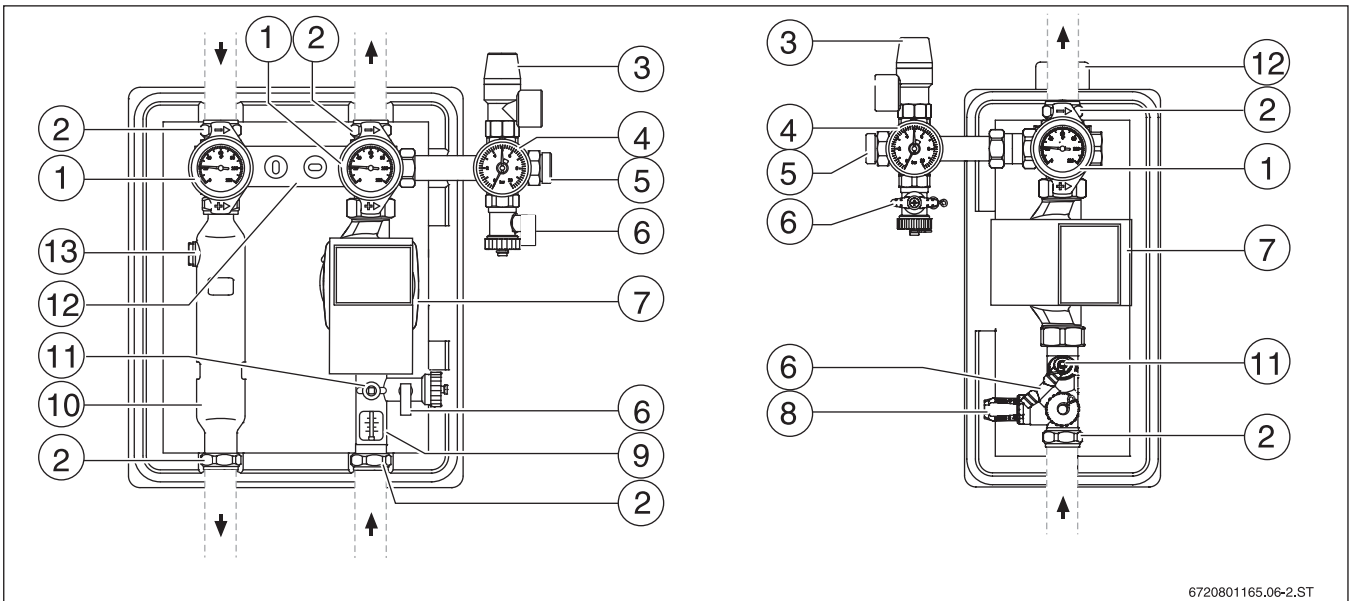

Bild 75 1- und 2-Strang-Solarstationen ohne vordere Dämmteile und ohne integrierte Regler und Module; Abmessungen und technische Daten → Seite 52
Durchflussbegrenzer vor (→ Bild 75, Seite 51). Dadurch ist es möglich, einen hydraulischen Abgleich von 2 Verbrauchern mit unterschiedlichen Druckverlusten durchzuführen. Wenn keine Druckbefüllung vorgesehen ist, reicht für diese Anordnung eine Sicherheitsgruppe aus. Bei Solaranlagen mit 2 Verbrauchern kann alternativ zur 1-Strang-Station auch ein Umschaltventil eingesetzt werden. Informationen hierzu finden Sie auf Seite 67 f. Ein anderer Anwendungsfall für die Kombination einer 2-Strang-Solarstation mit einer 1-Strang-Solarstation ist eine Solaranlage mit 2 verschiedenen ausgerichteten Kollektorfeldern (Ost/West-Regelung). Auch hier ist es wichtig, dass 2 getrennte Rücklaufanschlüsse mit separater Pumpe und Durchflussbegrenzer vorliegen (→ Bild 75, Seite 51). Wie zuvor beschrieben, kann nun auch ein hydraulischer Abgleich von den 2 Kollektorfeldern mit unterschiedlichen Druckverlusten durchgeführt werden. Für diese Anordnung sind 2 Sicherheitsgruppen (im Lieferumfang enthalten) und 2 Ausdehnungsgefäße (AG) erforderlich.